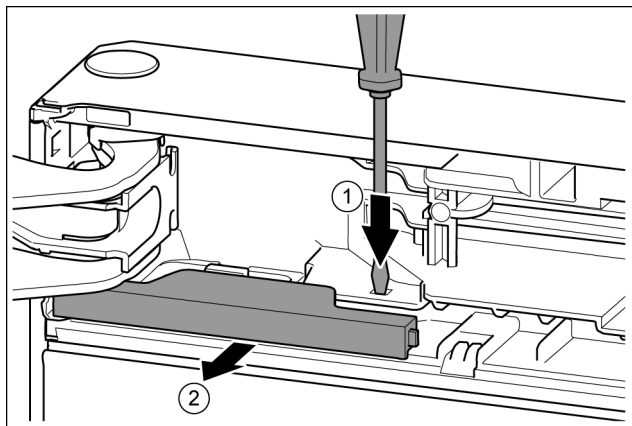

Fig. 11
- Nakładkę wcisnąć przy pomocy śrubokręta. Fig. 11 (1)
- Wyciągnąć osłonę z blokady. Fig. 11 (2)